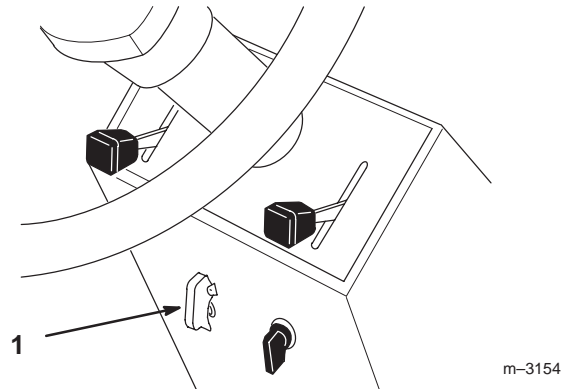

Figure 11
3. Pour embrayer la PdF, soulevez le couvercle et placez la commande en position En service (Fig. 11).
1. La fermeture du couvercle place la commande de PdF en position Hors service (Fig. 11).